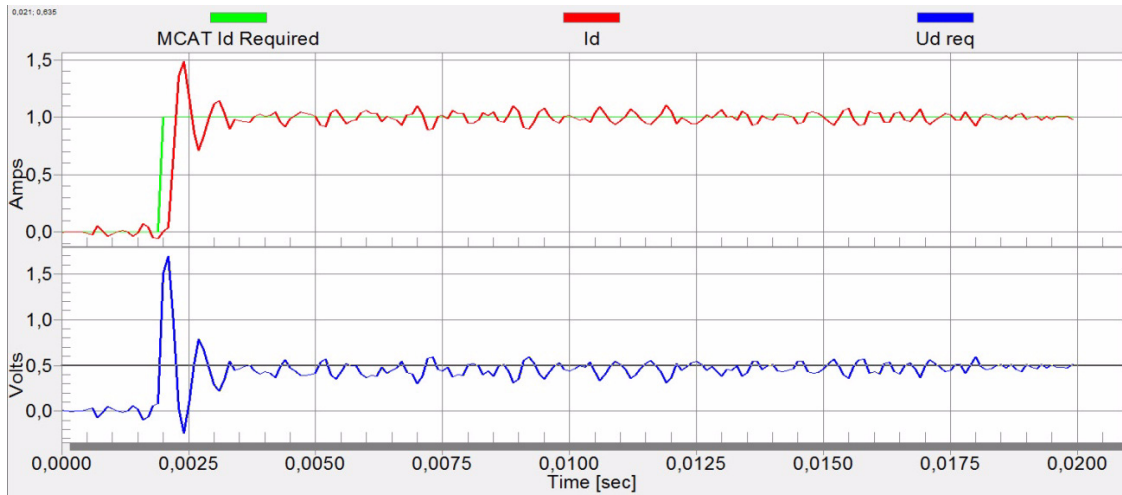

图9. I_d 电流控制器的快速阶跃响应
- 环路带宽高(500 Hz)， I_d 电流的响应时间非常短，但伴随振荡和过冲，见图9。